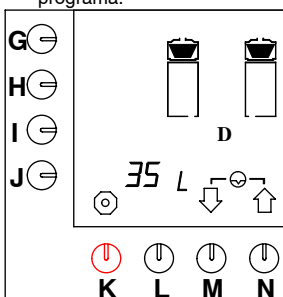

Fig. 40 Puesta a cero del contador diario del sistema de preparación de café
- Mantenga apretada la tecla de programación (M.) hasta que en el display aparezca la fig.40 .